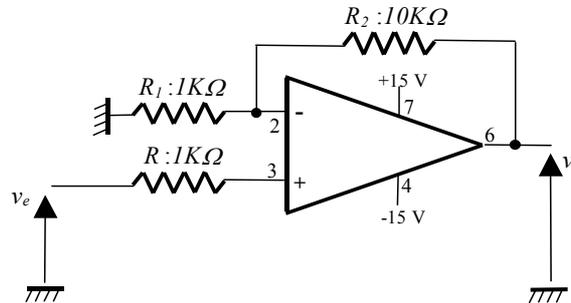
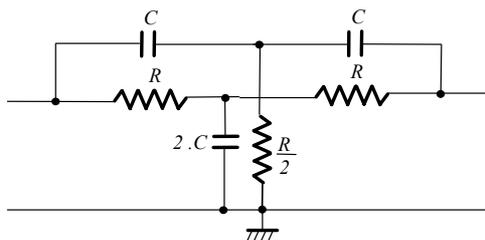

Figure 5. Montage non inverseur
Figure 6 : Filtre "double T"
- P1.** Déterminer l'expression du gain en tension (A_v) du montage représenté figure 5. Déterminer l'amplitude maximale de v_e pour que le signal de sortie ne soit pas saturé.
- M1.** Réaliser le montage de la figure 5. Pour réaliser ce montage, on remarquera qu'il suffit simplement de permuter deux potentiels du montage précédent.
P1. On considère le filtre réjecteur de la figure 6.
M1. Relier en cascade le filtre réjecteur de fréquence "double T" (figure 6) et l'amplificateur non-inverseur (figure 5, $R_2 = 10 k\Omega$). Dessiner le schéma complet de votre montage.